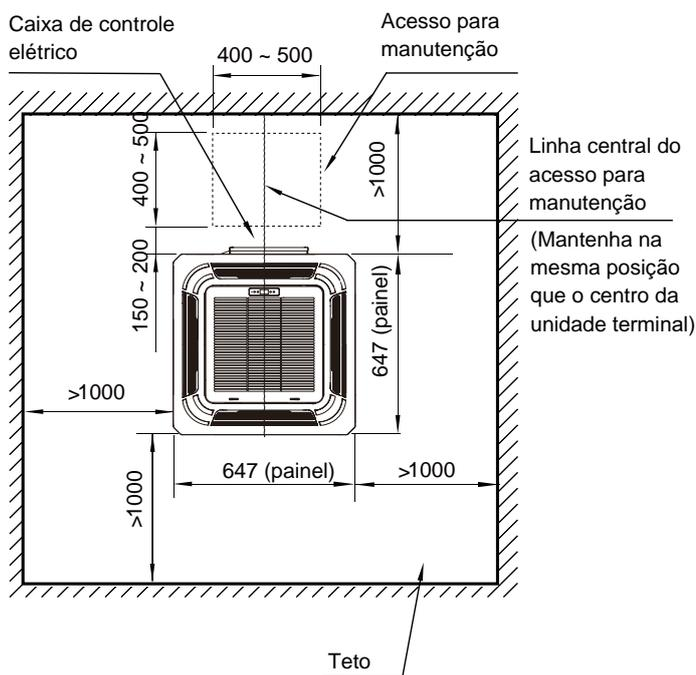
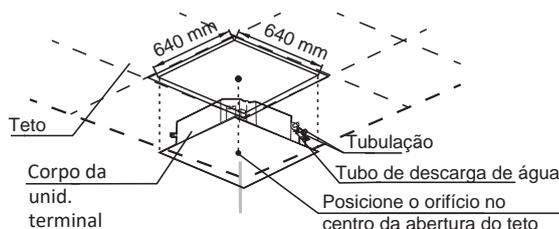

Figura 2.1
Figura 3.5
- Faça furos quadrados de 640x640 mm no teto com base no layout do gabarito de instalação (acessório). Consulte a Figura 3.5. Consulte a Figura 2.1 quanto ao acesso para manutenção.